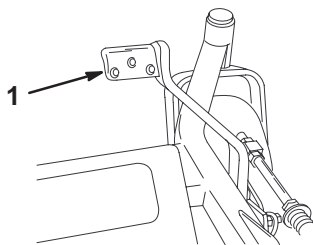

Figure 17
2. Appuyez sur le levier tout en tirant sur le levier de sélection de hauteur de coupe (Fig. 17).